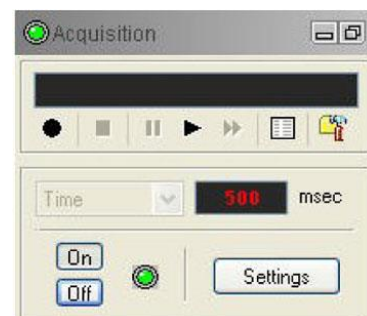

Рисунок 4-2 Панель Acquisition
5. На панели сбора данных **Acquisition** (Рисунок 4-2) выберите режим взятия отсчетов (depth или time). Щелкните мышкой на кнопке **Settings** и задайте нужную частоту взятия отсчетов. Запустите процесс взятия отсчетов (щелкните на кнопке ON).
6. На панели взятия отсчетов **Acquisition** (Рисунок 4-2) нажмите кнопку **Record**, укажите название файла и начните каротаж.